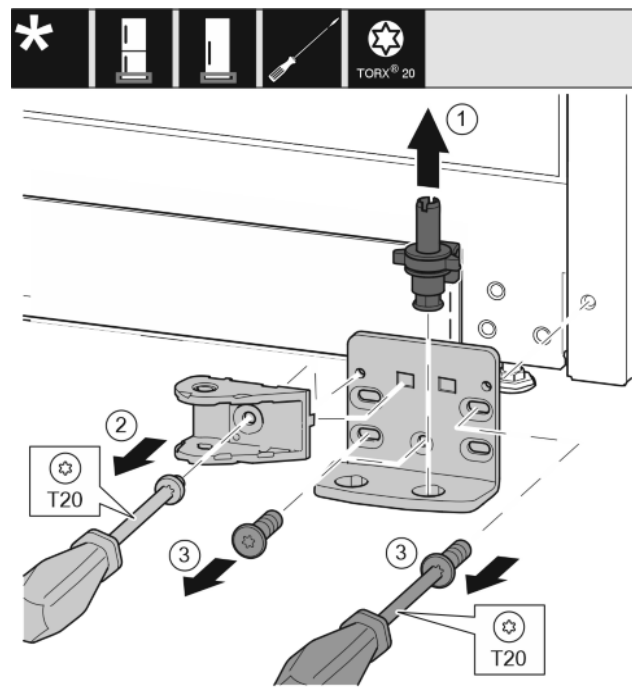

Fig. 27
- ▶ Ložiskový čep celý vytáhněte nahoru. Fig. 27 (1)
- ▶ Šroubovákem T20 vyšroubujte šroub a odeberte spojení tlumiče zavírání. Fig. 27 (2)
- ▶ Šroubovákem T20 vyšroubujte šrouby a odeberte stojan ložiska. Fig. 27 (3)